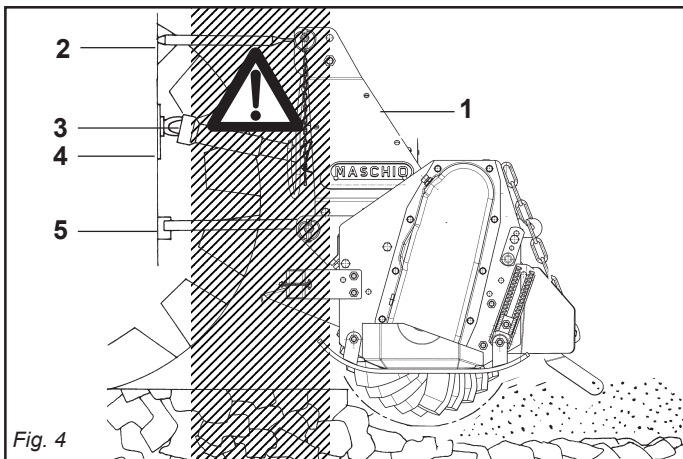

Fig. 4
- 25) It is absolutely forbidden to stand between the tractor and the machine (Fig. 4) when the engine is running and the cardan shaft is engaged without having first engaged the hand brake.
- 25) Il est absolument interdit de se mettre entre le tracteur et l'appareil (Fig. 4) quand le moteur est en marche et le cardan enclenché, sans avoir tiré le frein de stationnement.
- 25) Es ist absolut verboten, bei laufendem Motor und eingeschalteter Gelenkwelle zwischen den Schlepper und das Gerät zu treten (Abb. 4). Dazu muß die Feststellbremse gezogen werden. Achten Sie bei der Arbeit mit der Maschine auf den nötigen Sicherheitsabstand aufgrund der Auswurfgefahr stumpfer Gegenstände.
- 25) Está terminantemente prohibido colocarse entre el tractor y el equipo (Fig. 4) con motor encendido y cardán inserido, o sin haber accionado el freno de estacionamiento. Manténgase a una distancia de seguridad de la máquina durante el trabajo, porque puede proyectar objetos.
- 29) È assolutamente vietato interporre fra il trattore e l'attacco della macchina per manovrare il comando dall'esterno per il sollevamento (Fig. 4).
- 29) *It is absolutely forbidden to stand between the tractor and the implement when manoeuvring the lift control from the outside (Fig. 4).*
- 29) Il est absolument interdit de se mettre entre le tracteur et l'attelage pour manoeuvrer la commande de relevage de l'extérieur (Fig. 4).
- 29) Es ist absolut verboten, zwischen den Schlepper und den Anschluß zu treten, um die Aushebung von außen zu betätigen (Abb. 4).
- 29) Está absolutamente prohibido colocarse entre el tractor y el enganche para maniobrar el mando desde el externo en la fase de elevación (Fig. 4).